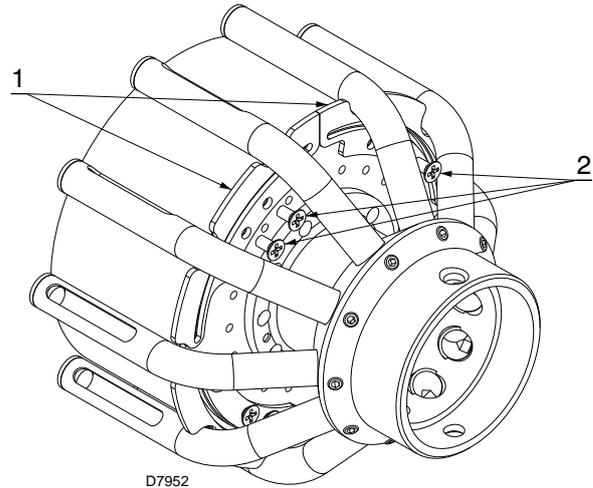

Fig. 18
- enlever les 8 vis 2)(Fig. 18);